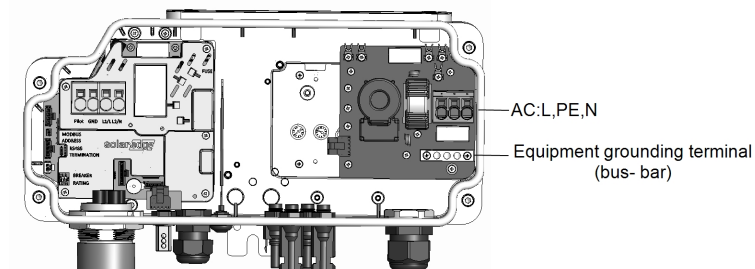

Figura 12: All'interno dell'unità di connessione
- Inserire il cavo di messa a terra nella barra di distribuzione di terra dell'apparecchiatura (vedere la *Figura 12*).